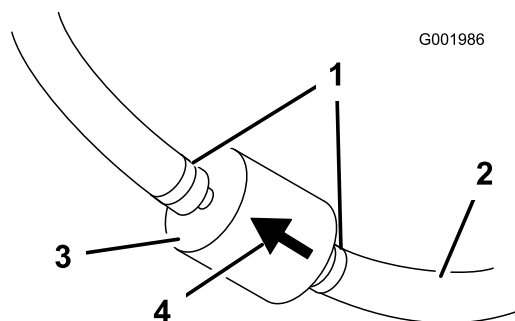

Figura 50
5. Premete le estremità delle fascette stringitubo ed allontanatele dal filtro (Figura 50).